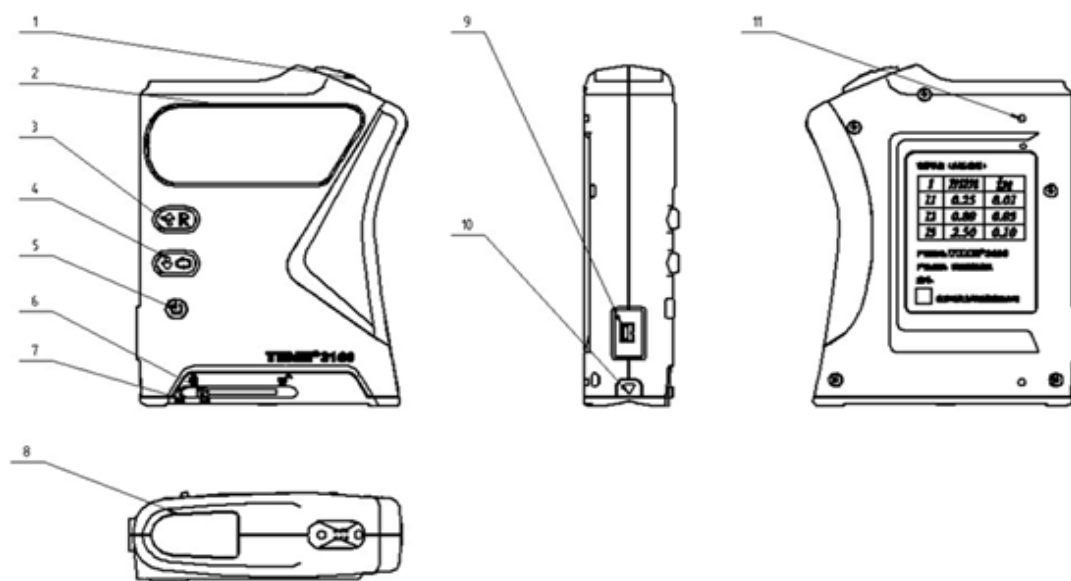

Abbildung 2
2.2.2 Aufbau des Hauptgeräts (siehe Abbildung 2)